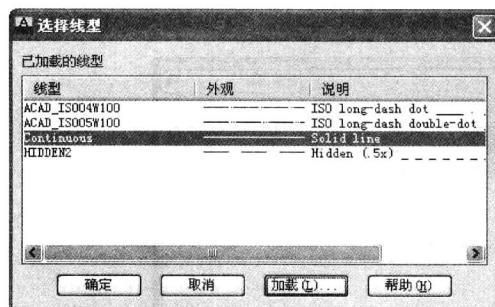
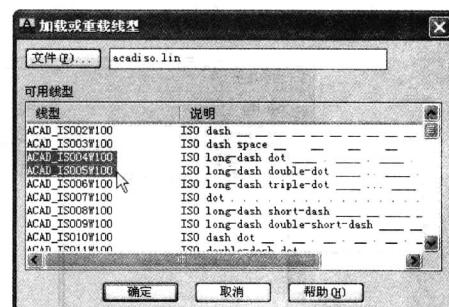

图 1-5 “选择线型”对话框
图 1-6 “加载或重载线型”对话框
7. 按照上述方法可再创建边框层、标注层、粗实线层、点画线层、双点画线层、文字层、细实线、虚线层，并分别设置它们的颜色、线型和线宽。设置点画线层、双点画线层、虚线层的线型时，单击该图层的线型 Continuous 区域，弹出如图 1-5 所示的“选择线型”对话框。在默认情况下，该对话框中只有一种线型，即连续线型 Continuous。要设置非连续线型，单击对话框中的“加载”按钮，弹出如图 1-6 所示的“加载或重载线型”对话框。按住键盘上的〈Ctrl〉键，依次选择 ACAD_ISO04W100、ACAD_ISO05W100、HIDDEN2 三种线型，单击“确定”按钮，即可将三种非连续线型加载到“选择线型”对话框中。